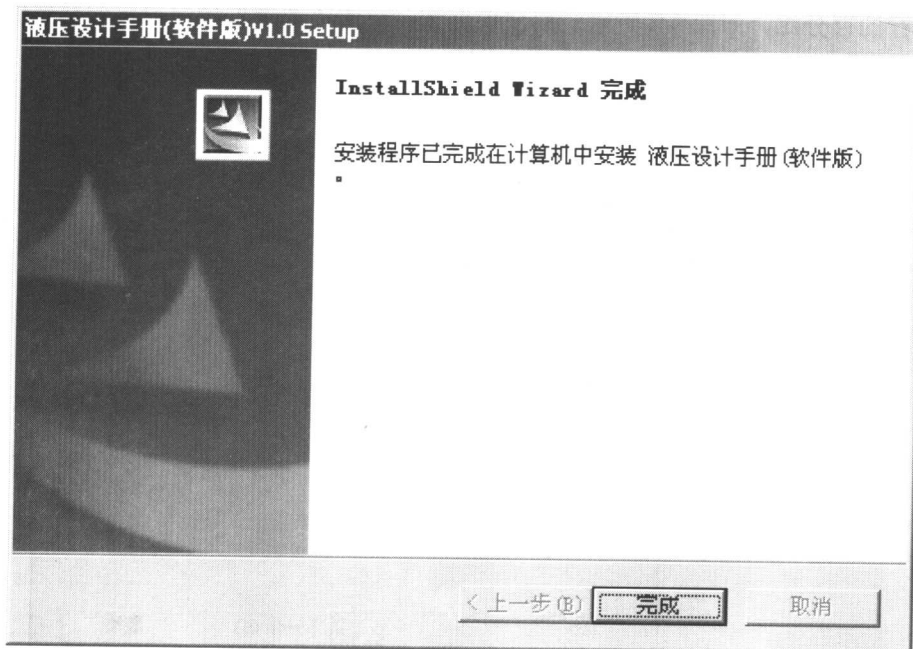

图 1.10 结束安装界面
(9) 最后，屏幕上出现安装程序的结束界面，如图 1.10 所示。单击“完成”按钮，完成整个安装过程。